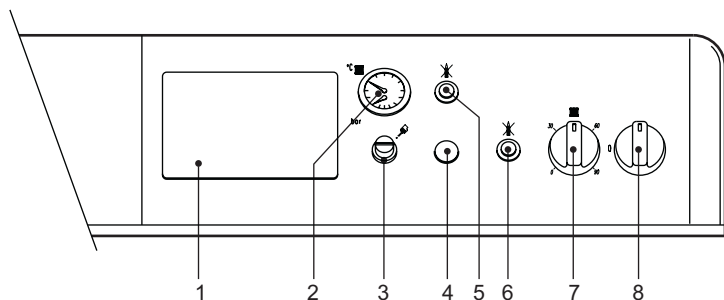

fig. 1 - Pannello comandi
- Portare l'interruttore di caldaia "8" sulla posizione 1 (fig. 1).
- Qualora la caldaia venga dotata di una centralina elettronica termostatica, montata in posizione 1 di fig. 1, l'utente dovrà tenere conto anche delle istruzioni fornite dal costruttore della stessa.
Ruotando la manopola 7 di fig. 1 in senso orario la temperatura dell'acqua di riscaldamento aumenta, in senso antiorario diminuisce. La temperatura può essere variata da un minimo di 30° ad un massimo di 90°. Consigliamo comunque di non far funzionare la caldaia al di sotto dei 45°.
Impostare tramite il termostato ambiente la temperatura desiderata all'interno dei locali. Su comando del termostato ambiente la caldaia si accende e porta l'acqua impianto alla temperatura impostata dal termostato di regolazione caldaia 7 di fig. 1. Al raggiungimento della temperatura desiderata all'interno dei locali il generatore si spegne.
La pressione di caricamento ad impianto freddo, letta sull'idrometro caldaia part. 2 di fig. 1, deve essere di circa 1,0 bar. Qualora durante il funzionamento la pressione dell'impianto scendesse (a causa dell'evaporazione dei gas disciolti nell'acqua) a valori inferiori al minimo sopra descritto, l'Utente dovrà, agendo sul rubinetto di caricamento, riportarla al valore iniziale. A fine operazione richiudere sempre il rubinetto di riempimento.